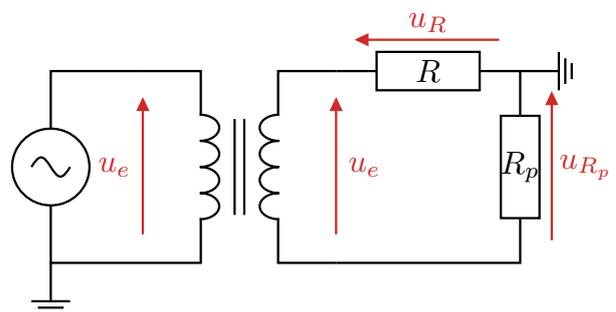

FIGURE TP6.2
- 6) Recopier la Figure TP6.2 sur votre compte-rendu. Proposer alors des branchements et manipulations afin d'observer u_R et u_{R_P} .